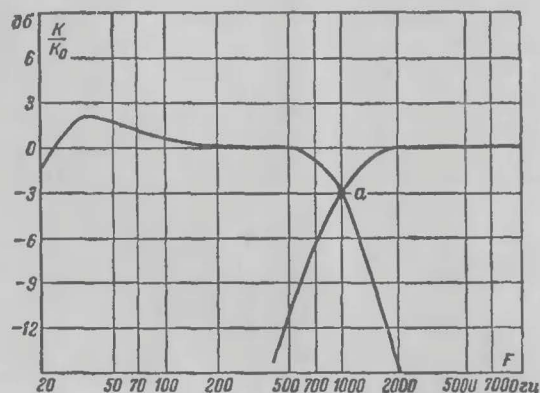

Рис. 7. Частотная характеристика двухканального усилителя низкой частоты (частота раздела — 1 000 гц).
**Двухканальные усилители.** Для нормальной работы двухканального усилителя необходимо, чтобы выходные мощности каждого канала были одинаковы и, кроме того, на частоте раздела (частотная характеристика двухканального усилителя показана на рис. 7) усиление каждого из каналов уменьшалось на 3 дБ (на 30%) от значения усиления на средних частотах каналов.